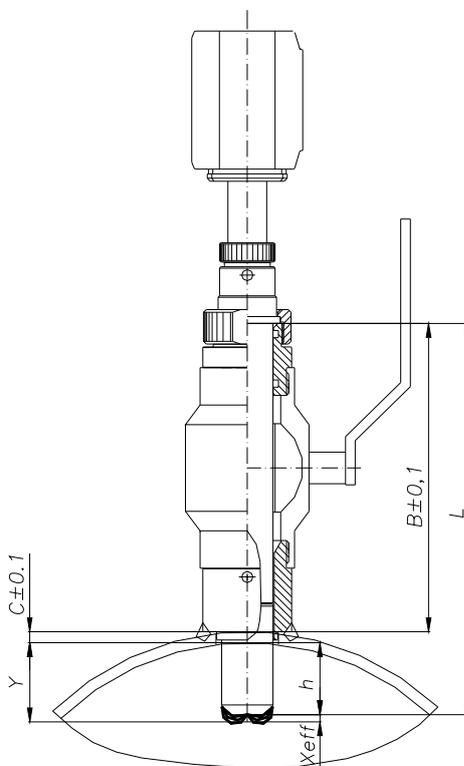

Рисунок 17— Измерение глубины погружения преобразователя скорости
- Длина державки «L» — см. рисунок 17.